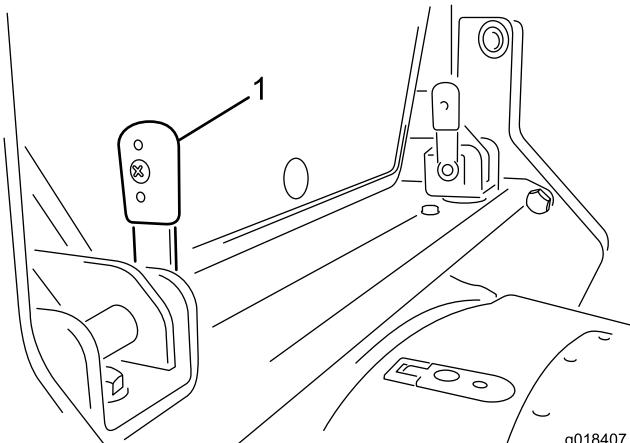

Figura 12
1. Gire hacia arriba las dos palancas de bloqueo situadas en el travesaño de la parte trasera de la cabina (Figura 12).
3. Con las palancas en la posición vertical (Figura 12), presione para introducirlas a través de los soportes.